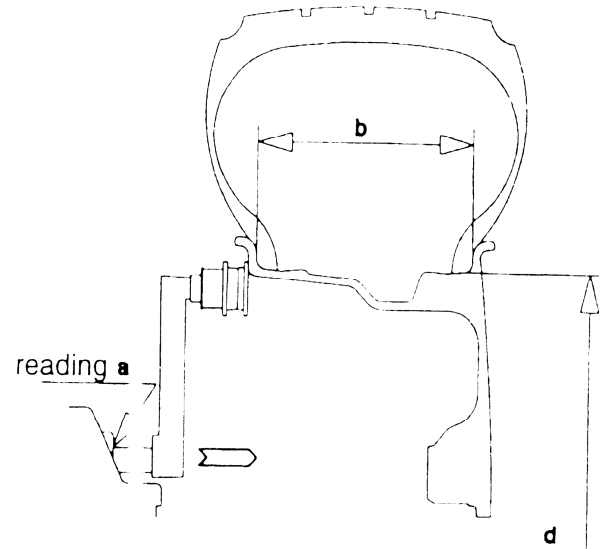

Рис. 4
3. Повернуть выключатель станка в положение «ON». Вытянуть наконечник измерительной рейки до касания боковой поверхности внутренней стороны обода колеса как показано на Рис. 4
5. **Внимание:** вывод на дисплеи «А» и «В» значений дисбалансов менее 5 г осуществляется нажатием кнопки «I». (Рис. 4).